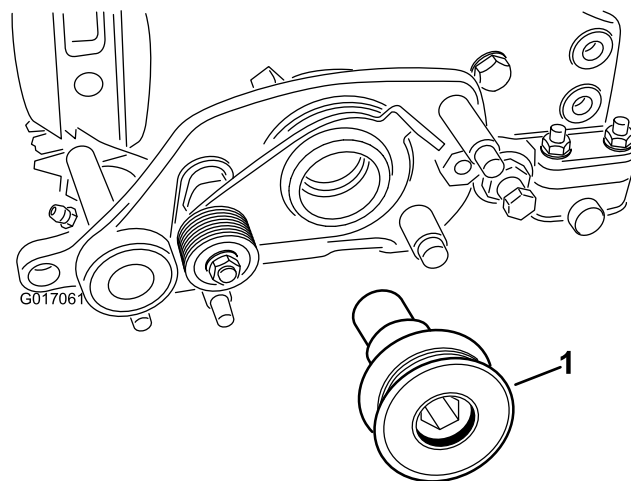

Figura 8
19. Fissate la puleggia motrice del groomer all'albero del rullo (Figura 8). Serrate a 170 N·m.